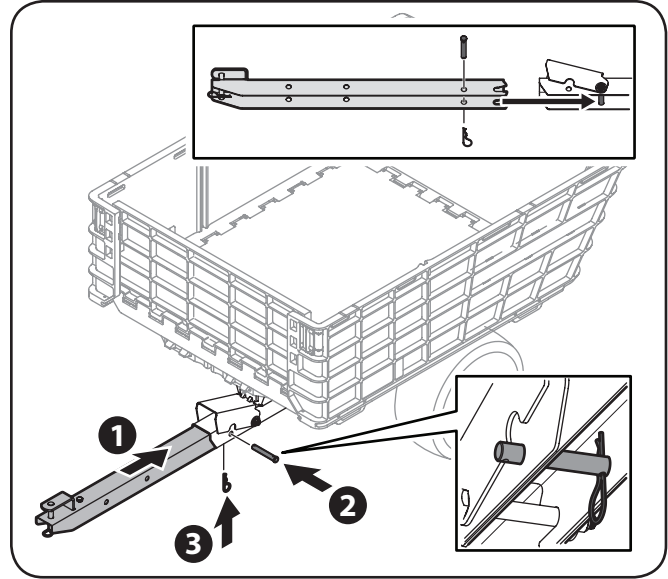

Figure 3-9
12. Retirez la goupille d'attelage et la goupille fendue du support de l'attache de la remorque. Voir Figure 3-9.
13. Faites glisser l'attache de la remorque dans le support de l'attache. Voir Figure 3-9. Alignez le trou arrière de l'attache sur le trou du support de l'attache, puis insérez la goupille d'attelage dans l'attache et dans le support. Fixez la goupille d'attelage avec la goupille fendue. Voir Figure 3-9.
14. Assurez-vous que la goupille d'attelage est installée à l'intérieur de l'attache de la remorque et du support. Voir Figure 3-9.